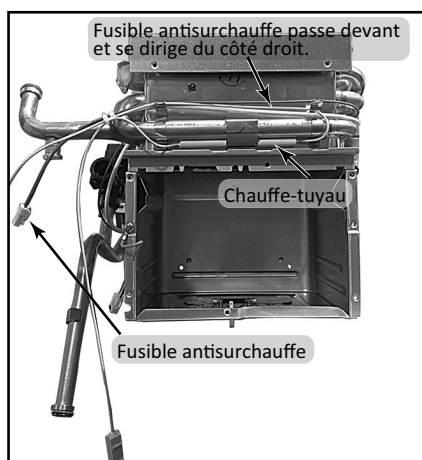
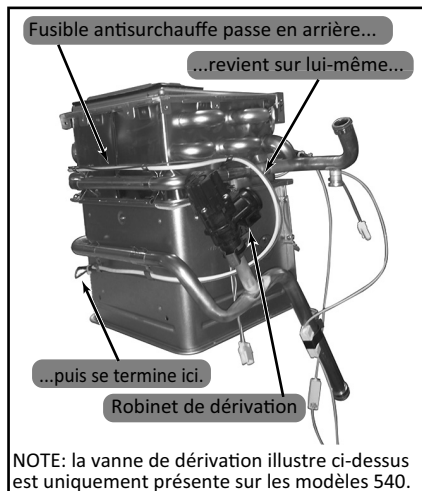

Figure 64
Figure 65
- Sur la partie supérieure: une bride de fixation à l'échangeur secondaire comportant un joint d'étanchéité, voir item 401, page 74.
- Limiteur de température sur le côté gauche (item 412, page 74).
- Fusible antisurchauffe (OHCF) et ses six attaches, voir Figure 64, Figure 65 et item 413 on page 74. Voir aussi "Fusible antisurchauffe" à la Figure 41, page 50.
- Chauffe-tuyau à l'avant de l'échangeur de chaleur primaire, voir Figure 64. Voir aussi page 74.
- Voir item 458, page 74, point de raccordement "E". Ce joint torique est fixé au tube de raccordement qui joint l'échangeur de chaleur secondaire,
- voir item 458, page 74, point de raccordement "C". Ce joint torique est fixé au raccord de sortie d'eau chaude.